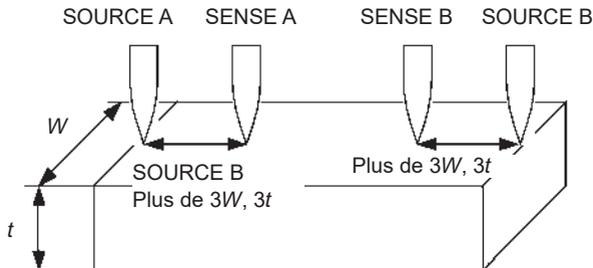

Fig. 9 Positions de la sonde sur une cible de mesure plus large/épaisse
La Fig. 8 présente un exemple de traçage des lignes de potentiel électrique équivalent sur une plaque métallique. Tout comme le rapport entre la répartition de la pression atmosphérique et le vent sur un schéma de prévision météorologique, la densité de courant est supérieure dans les lieux où les lignes de potentiel électrique équivalent sont peu éloignées, et inférieure où elles sont très espacées. Grâce à cet exemple, il apparaît que la pente de potentiel électrique est supérieure au niveau des points d'application de courant. Ce phénomène est provoqué par une haute densité de courant lorsque le courant s'étend sur la plaque métallique. À cause de ce phénomène, les valeurs mesurées sont légèrement différentes même si la différence de position connectée est assez petite lorsque les cosses de détection de tension (des sondes de mesure) sont placées à proximité de points d'application de courant. Pour éviter les effets de ce phénomène, il est recommandé de détecter la tension à l'intérieur des points d'application de courant. En général, lorsque le point de détection de tension est plus à l'intérieur du point d'application de courant que la largeur (W) et l'épaisseur (t) de la cible de mesure, la répartition de courant peut être considérée uniforme. Comme indiqué dans la Fig. 9, les cosses SENSE doivent être de $3W$ ou $3t$ mm ou plus à l'intérieur que les cosses SOURCE.